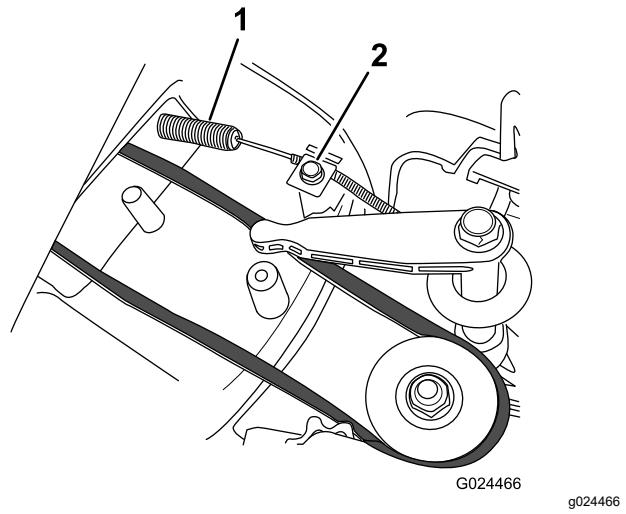

Figure 33
- Montez le câble de frein de lame neuf, mais ne serrez pas le collier au sommet du carter de la tondeuse (Figure 33).